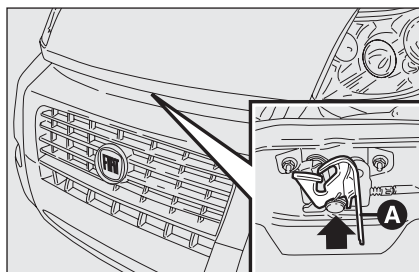

fig. 121
- ☐ tirer le levier **A-fig. 121** comme indiqué sur la figure;